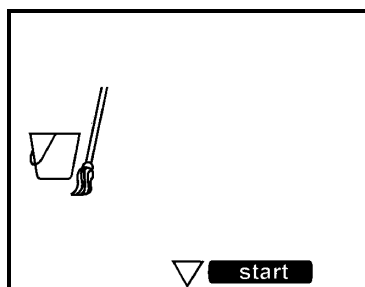

Fig. 5
5. **¡ Atención!** Después de unos 10 segundos el programa sale de la posición de programación. En tal caso, pulsar de nuevo el botón de programación (3).
6. Pulsar ahora el botón de selección  (12). En el display aparecerá el programa de lavado, ver fig. 5.